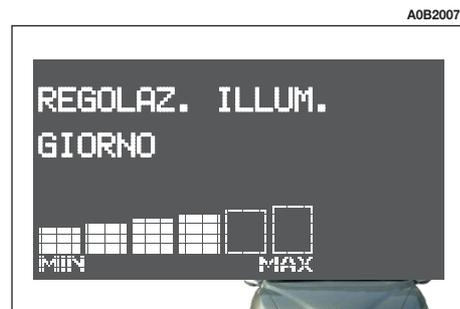

fig. 80
- se non sono accese le luci esterne, sul display appare la scritta **REGOLAZ. ILLUM. GIORNO** (fig. 80).